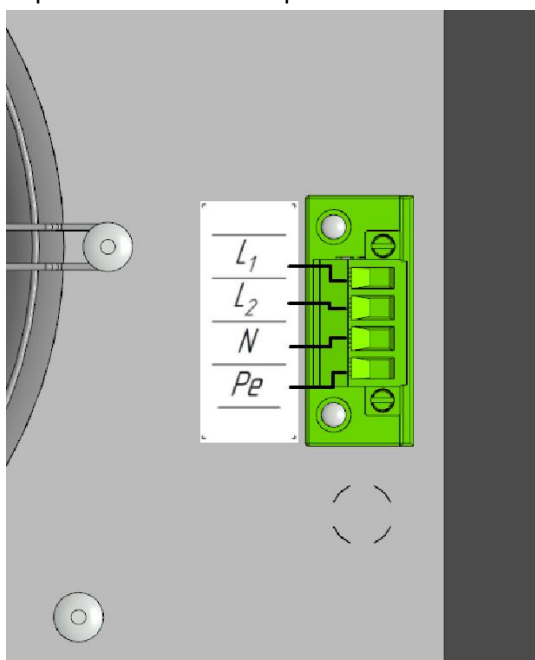

Рис. 3 – Схема подключения
- изучите схему подключения (Рис. 3);